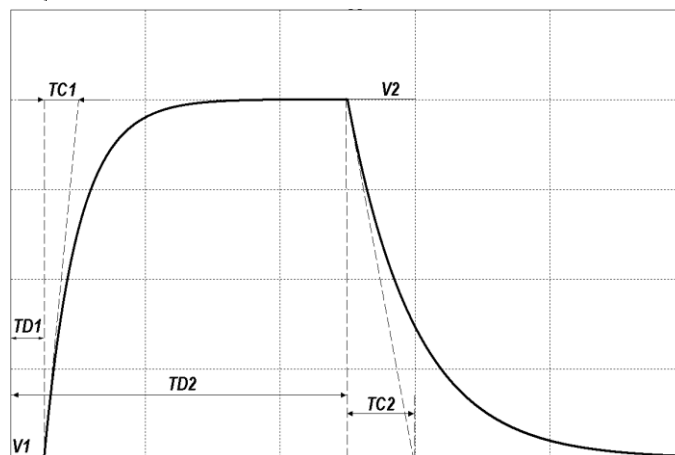

Рис. 3.15. Экспоненциальная функция
**Экспоненциальная функция (EXP)** описывается выражением (рис. 3.15):